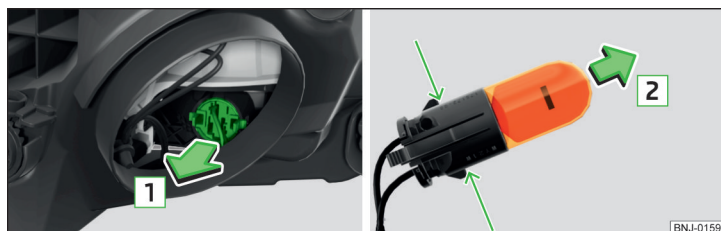

Fig. 191 Înlocuirea becului luminii de semnalizare
- Scoateți soclul împreună cu becul, prin mișcări pendulatorii, în sensul săgeții **1** » fig. 191.